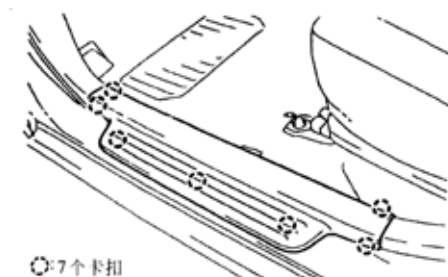

图 9-122
- (1)A / T 变速器：拆下 3 个螺钉(E)、(H)。
- (2)M / T 变速器：拆下螺钉(E)。
- (3)用夹钳拆除器，松开 3 个夹钳，拆下后控制台总成。
- 22)拆下左侧前门踏板。松开 2 个夹子，拆下左侧前门踏板，如图 9-122 所示。